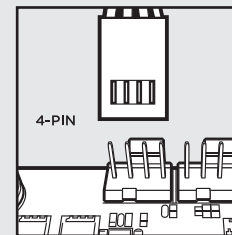

figure 3
- Connect fan tach cable to a 4 pin header on your motherboard (figure 3).
- Branchez un câble de tachymètre du ventilateur sur une prise 4 broches de votre carte mère (figure 3).
- Schließen Sie das Tachometerkabel an den 4-Pin-Anschluss auf dem Motherboard an (Abbildung 3).
- Sluit de tach-kabel van de fan aan op de 4-pinse header van het moederbord (afbeelding 3).
- Podłącz przewód tachometru wentylatora do 4-pinowego złącza na płycie głównej (rysunek 3).
- Подключите кабель тахометра вентилятора к 4-контактному разъему материнской платы (Рис. 3).
- 将风扇转速侦测电缆接到主板上的 4 针接头 (图 3)。